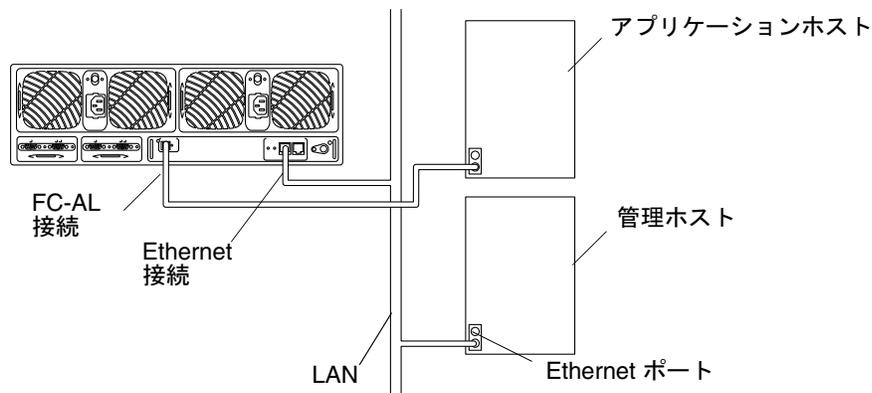

図 1-4 ワークグループ構成
- **ワークグループ**。キャッシュ付きの単一のハードウェア RAID コントローラによる、高性能で充実した RAS 機能を持つスタンドアロンのアレイ構成です。装置は、冗長化されたホットスワップ可能なコンポーネントと 9 つのディスクドライブでフル構成されています (図 1-4)。